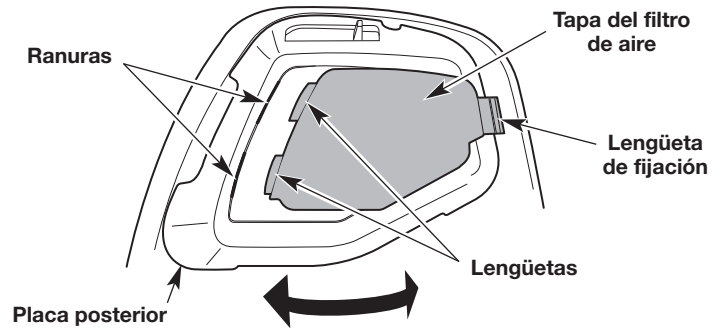

Fig. 31
1. Abra la cubierta del filtro de aire: oprima la lengüeta de fijación y gire la cubierta del filtro de aire hacia la izquierda (Fig. 31).
7. Cierre la cubierta del filtro de aire: inserte las lengüetas de la cubierta del filtro de aire en las ranuras de la placa posterior. Gire la cubierta del filtro de aire hacia la derecha y oprímala para cerrarla hasta que la lengüeta de fijación calza a presión en su lugar (Fig. 31).